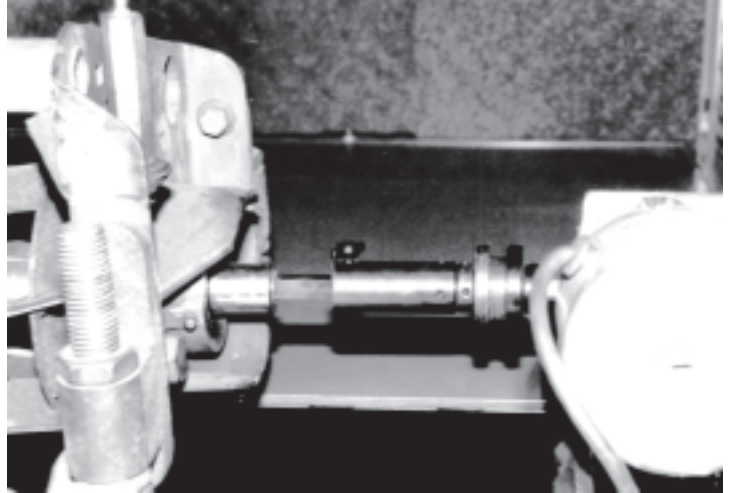

FIG. 22
La unidad de accionamiento de giro se conecta con el extremo del eje del tambor o con un componente del sistema de accionamiento. Consulte con el fabricante de la unidad de corte a fin de interiorizarse acerca de la colocación y conexión adecuada del accionamiento de giro. Determine de qué lado montar el accionamiento de giro que, por lo general, será el mismo componente del sistema de accionamiento utilizado para contrapulido. Vea la FIG. 22.
3. Coloque el manguito o adaptador de accionamiento cuadrado de 1/2" que corresponda en la tuerca de accionamiento del tambor e inserte el eje de accionamiento cuadrado en el manguito. Coloque la camisa del adaptador sobre el eje de accionamiento e inserte el adaptador de acople del accionamiento en ello. Finalmente, coloque el acople de goma en el adaptador de acople del accionamiento. Vea la FIG. 22.